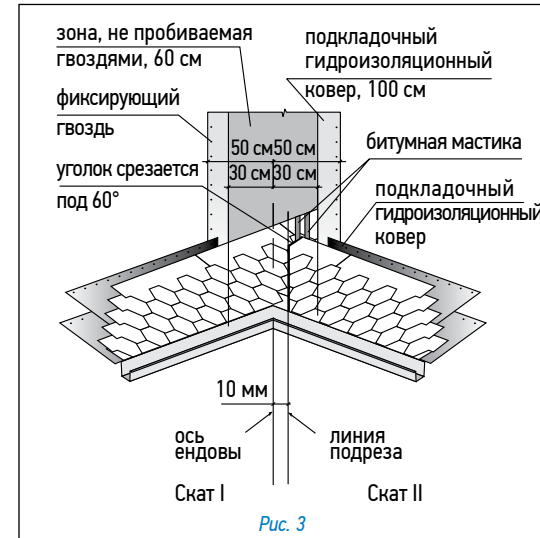

Рис. 3
**Ендова (рис. 3)**
- лист, подходящий к ендове со ската II, должен доходить до линии подрезки и обрезаться по ней. Верхний уголок обрезанного края листа подрезается под углом 60° (5 × 3 см — рис. 3);